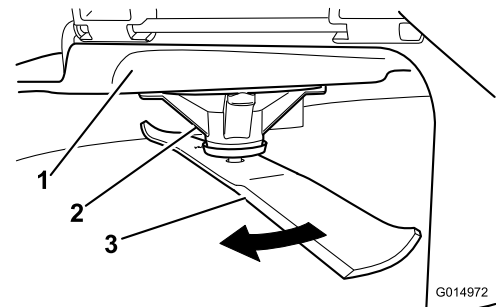

Figura 53
2. Llevando guantes fuertemente acolchados u otro tipo de protección apropiada para las manos, gire la cuchilla lentamente hasta una posición que permita medir la distancia entre el filo de corte y la superficie nivelada en la que descansa la máquina (Figura 53).